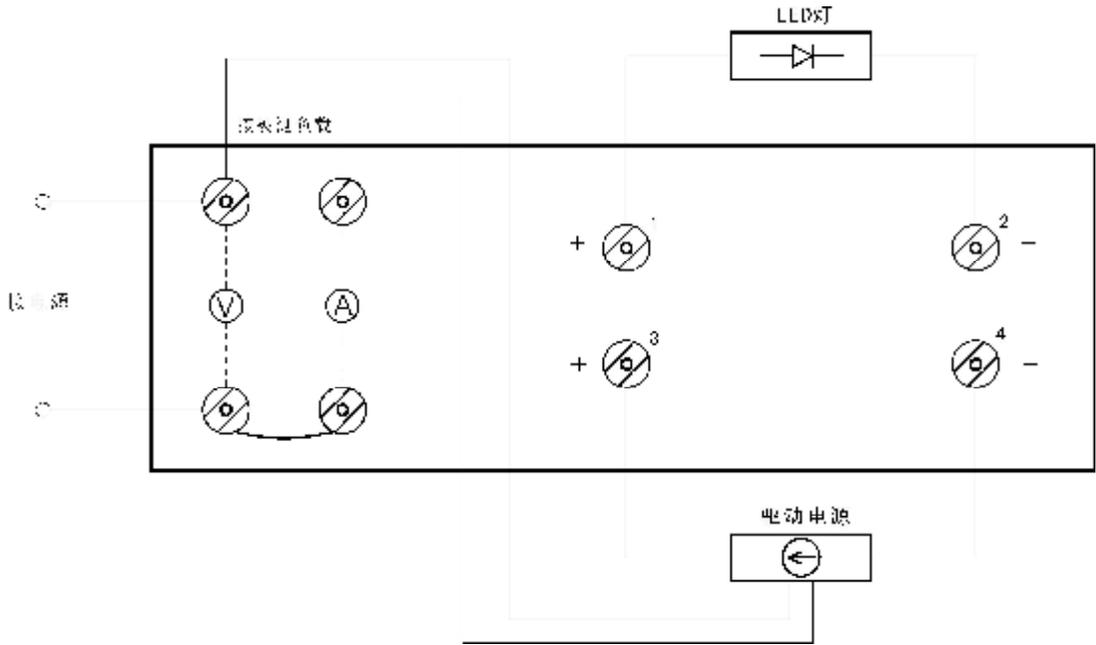

图 4-4 测量接线图
实际的测量接线图见如图 4-4：输入部分的 (V) 两端的一红一黑接线柱接外部供电电源，输入部分上面 2 个红色接线柱接 LED 驱动器供电输入线。输出测量部分下面 2 个黑色接线柱接 LED 驱动器的输出线，上面 2 个红色接线柱接 LED 负载。